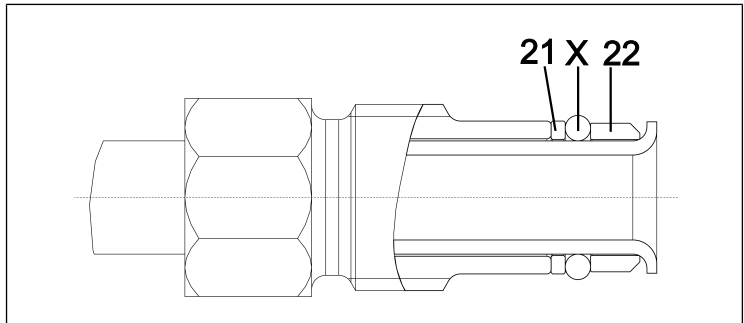

Fig. 18: Posición correcta de la junta tórica
i Durante la sustitución de las juntas tóricas asegurar la correcta posición de las nuevas juntas tóricas (entre el manguito (22) y el disco de deslizamiento. (21 ,ver Fig. 18).